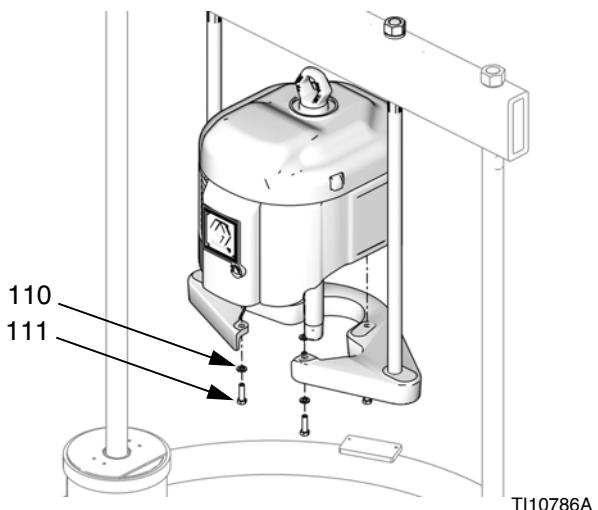

Рис. 25
- b. Для NXT с опорной емкостью меньшего размера (устройства подачи D200 3 дюйма и D200 6,5 дюйма): Удалите винты (111) и
шайбы (110), крепящие двигатель к монтажной плате. См. Рис. 25.
6. Установите монтажную пластину (109), чтобы верхняя часть двигателя не касалась поперечины. См. Рис. 25. С помощью соответствующего подъемного устройства, подсоедините двигатель к монтажной пластине (109) с помощью винтов (111) и шайб (110).